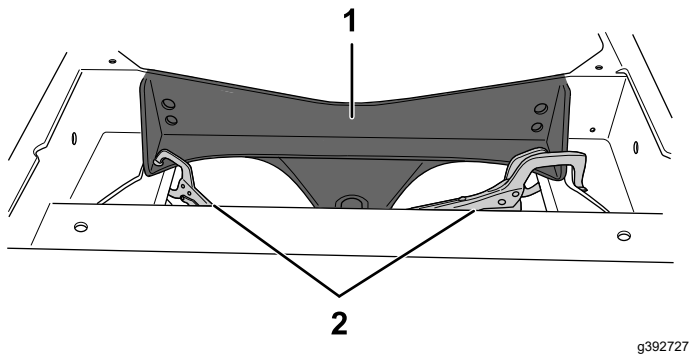

Figura 12
1. Coloque o suporte do eixo de substituição em posição. Utilizando grampos e placas de suporte metálicas, prenda-o como se mostra em Figura 12. Assegure-se de que o suporte do eixo está nivelado com a estrutura existente e que não existem folgas.